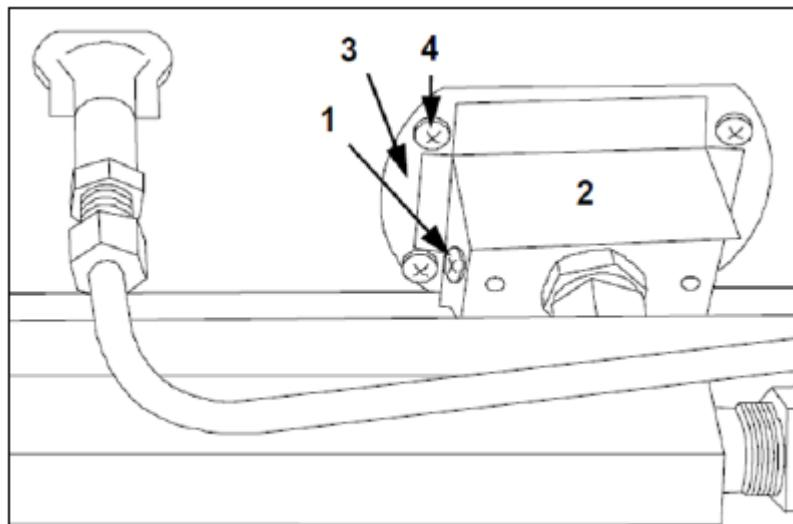

FIG.16
- Verwijder de luchtregelbranders (FIG.16-Ref.2), draai de schroeven los (FIG.16-Ref.1) en schuif deze eruit;
- Draai de 4 schroeven (FIG.16-Ref.4) los, schuif de brander eruit (FIG.16-Ref.3) en vervang deze;